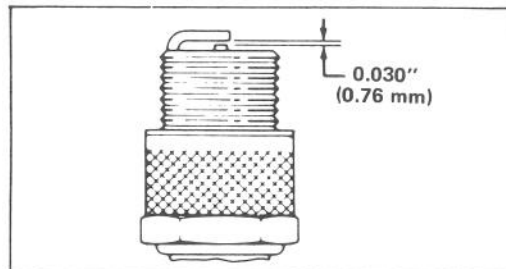

Figure 20
3. Réglez l'écartement des électrodes à 0.030" (0.76 mm) (Fig. 20). Installez la bougie réglée avec son joint. Serrez-la à 15 ft-lb. (20.4 N-m).